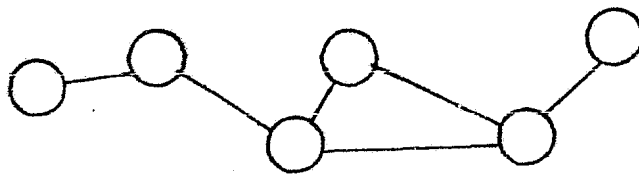

Fig. 5 Gráfica o red conectada
- . Una gráfica conectada es una gráfica para la cual existe una cadena entre cualquier par de nodos. (Fig. 5- V)